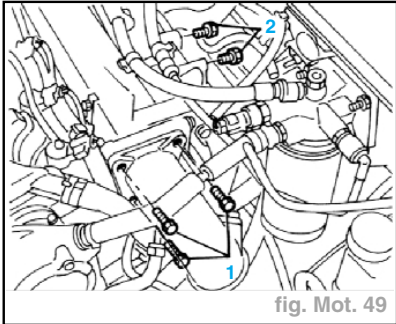

fig. Mot. 49
- Dévisser la vis de fixation (2) de l'étrier du tuyau d'alimentation en gaz d'échappement.
- Détacher du cache-poussoirs le tuyau de recyclage des vapeurs d'huile (3).
- Dévisser les vis de fixation (1) du tuyau rigide au collecteur d'admission (fig. Mot. 49).